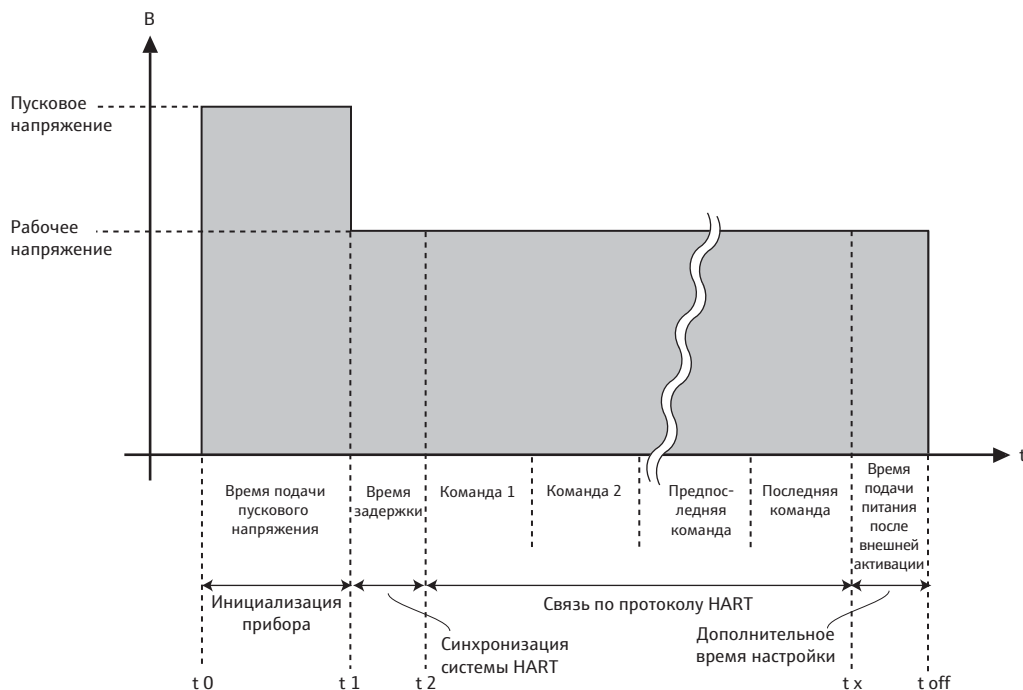

Рис. 10-3: Параметры питания полевого прибора
- Значение отдельных параметров изображено на рис. 10-3 и описано в таблице "Питание полевого прибора".